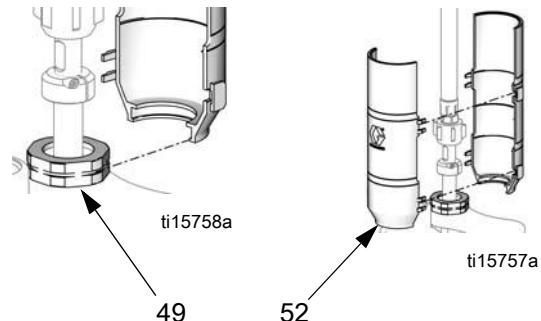

Рис. 2. Разборка и повторная сборка экранов
См. Рис. 2. Снимите 2-компонентный экран (52), установив гайковерт прямо в паз и используя его в качестве рычага для размыкания контакта. Повторите процедуру для всех контактов. Не используйте гайковерт, чтобы поддеть экраны.